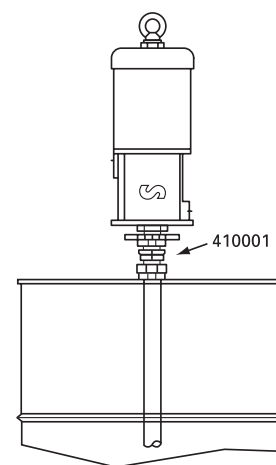

Fig. 2
- Mounting with reinforced cover (GRP418026 for 400-lb. drum and GRP418025 for 120-lb. drum). Insert the pump through the cover and fasten it with the enclosed screws. Insert the pump through the bung opening and fasten the cover onto the drum firmly (See Fig. 2).
- Montage avec couvercle renforcé (GRP418026 sur fût de 185 Kg et GRP418025 sur tonnelet de 50 Kg). Introduire la pompe par le couvercle et la fixer à l'aide des vis fournies. Fixer fermement le couvercle sur le fût/ tonnelet (voir figure2).